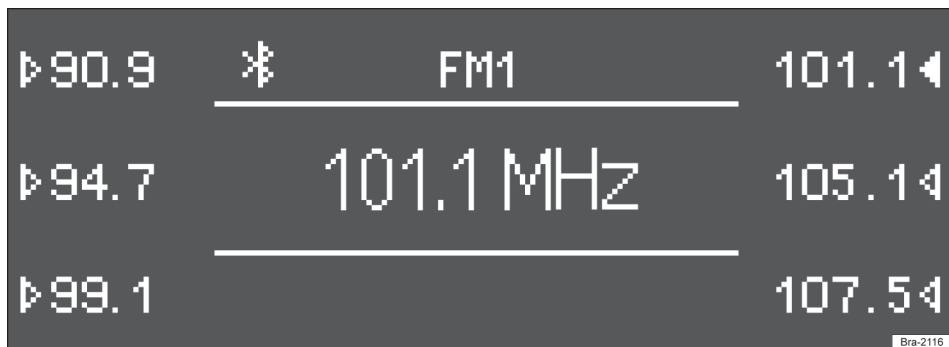

Fig. 130 Estações salvas nos botões de estação do nível de memória FM1.
- A estação atualmente ajustada (na → Fig. 130: 101.1 MHz) é, então, salva neste botão de estação.